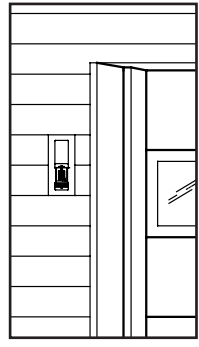

Fig. 1
- Installer la commande à clavier sans fil sur une surface verticale plane en laissant un espace suffisant au-dessus pour glisser le couvercle. Choisir un emplacement hors de la course de la porte de garage et la quincaillerie qui la supporte. **Fig. 1.**